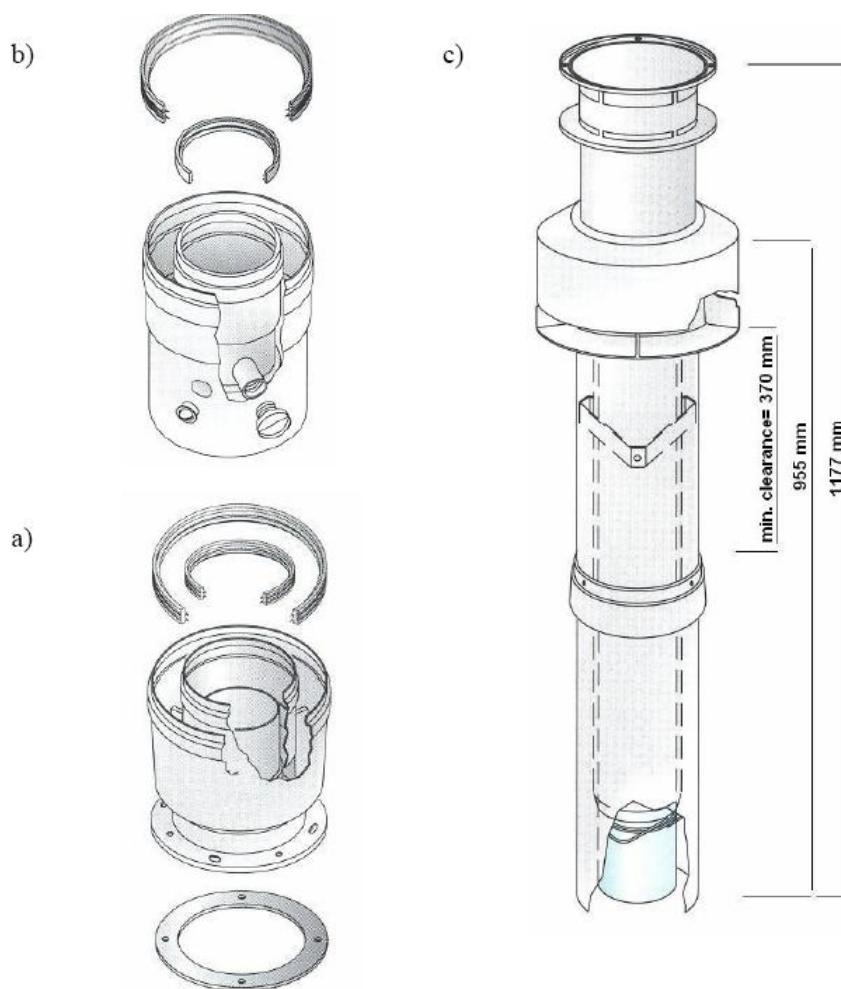

Рис. 11
- Стандартный вертикальный дымоход (**7006951237** и **7006951344**) показан на рис. 11.
- Как показано на рис. 11 (c) длина дымохода над крышей должна составлять не менее 370 мм.*